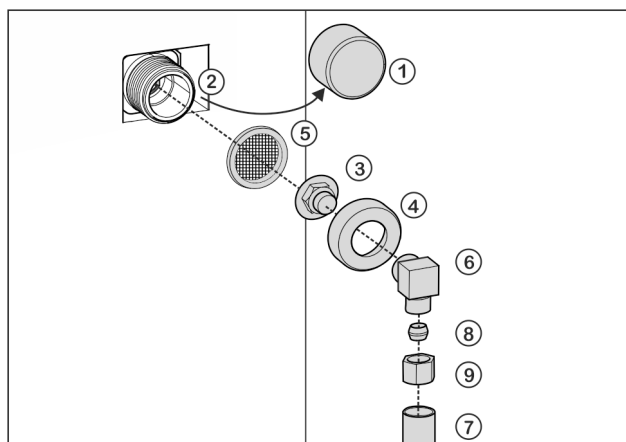

Fig. 19
- ▶ Kappe Fig. 19 (1) vom Magnetventil Fig. 19 (2) abziehen.
- ▶ Verbindungsstück Fig. 19 (3) in die Überwurfmutter Fig. 19 (4) einsetzen.
- ▶ Sieb *Fig. 19 (5)* mit der Vertiefung nach unten in Richtung Verbindungsstück *Fig. 19 (3)* einsetzen.
- ▶ Überwurfmutter *Fig. 19 (4)* mit der Hand auf das Gewinde des Magnetventils *Fig. 19 (2)* schrauben, bis ein sicherer und fester Sitz erreicht ist.
- ▶ Winkelstück *Fig. 19 (6)* anschrauben.
- ▶ Wasserleitung *Fig. 19 (7)* (z. B. 1/4"-OD-Kupferleitung) mit Hilfe von Klemmring *Fig. 19 (8)* und Mutter *Fig. 19 (9)* am Winkelstück *Fig. 19 (6)* anschließen.
- ▶ Wenn notwendig: Wasserleitung *Fig. 19 (7)* mit dem Rastbügel am Gehäuse fixieren.
- ▶ Winkelstück *Fig. 19 (6)* zur Seite legen.
- ▶ Wasserleitung *Fig. 19 (7)* (z. B. 1/4"-OD-Kupferleitung) mit Klemmring *Fig. 19 (8)* und Mutter *Fig. 19 (9)* am Verbindungsstück *Fig. 19 (3)* anschließen.